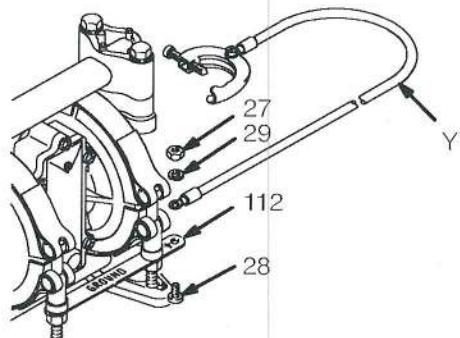

Fig. 1
- *Bomba:* fije un cable a tierra (Y) en la pieza metálica de conexión a tierra (112) con el tornillo (28), las arandelas de cierre (29) y la tuerca (27), como se muestra en la Fig. 1. Conekte el extremo de la brida del cable de conexión a tierra a una buena conexión a tierra. Ref. pieza no 222-011, cable de conexión a tierra y brida.